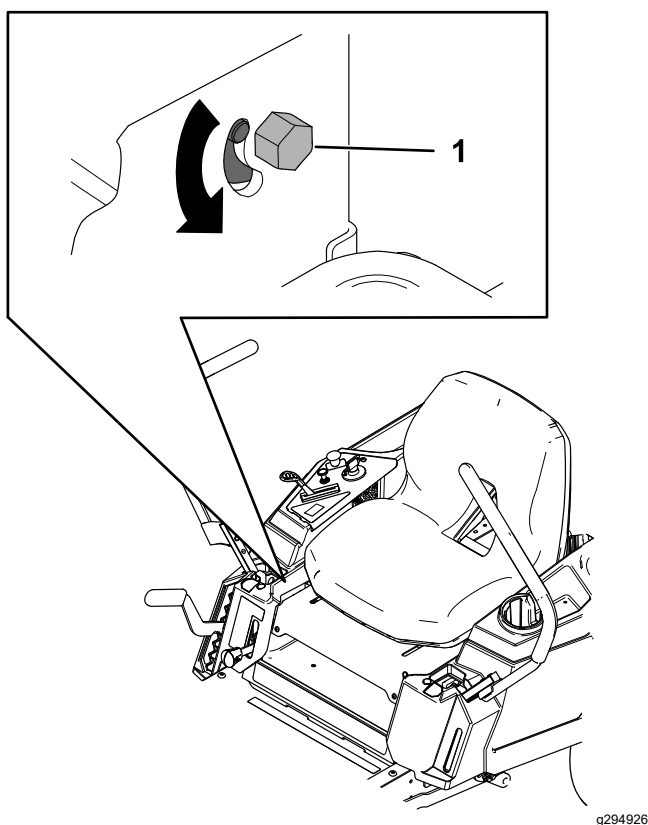

**Figure 53**
3. Localisez le boulon de réglage de la dérive près du levier de commande de déplacement du côté qui nécessite le réglage (Figure 53).